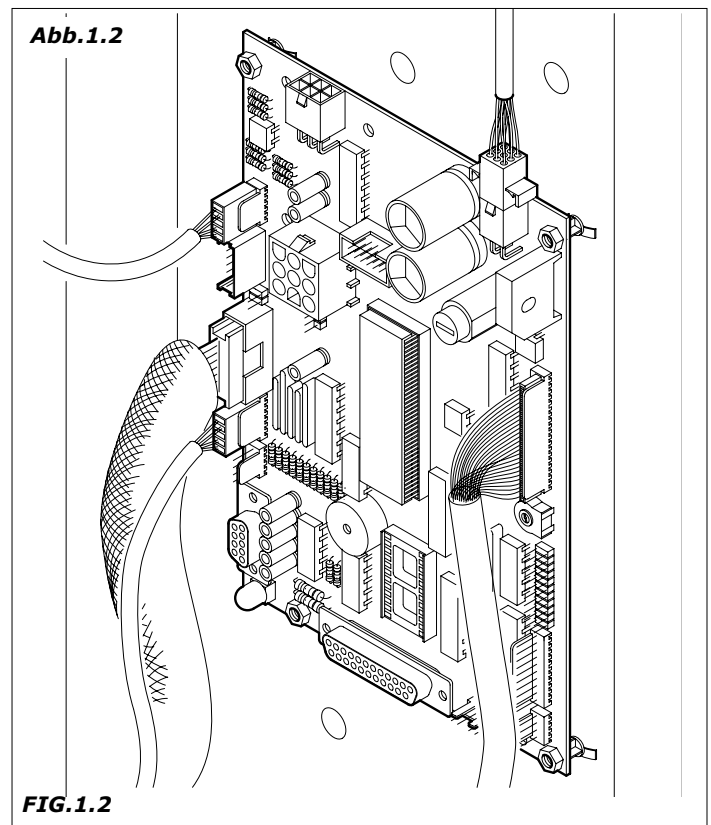

FIG. 1.2
- im Mikroprozessor enthaltene Programmversion (Aufkleber auf der Komponente, die sich auf dem Mikroprozessor befindet, Abb. 1.2)